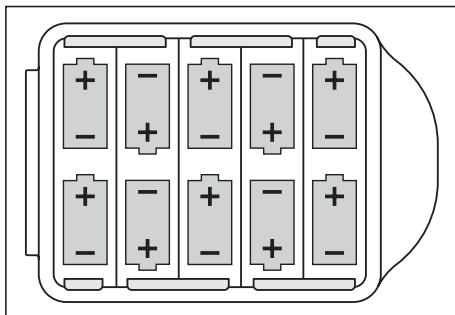

Fig. 20: Cambio de las pilas en el generador – Polaridad de las pilas
3. Coloque las pilas nuevas, asegurándose al hacerlo de que la polaridad sea la correcta (fig. 20).